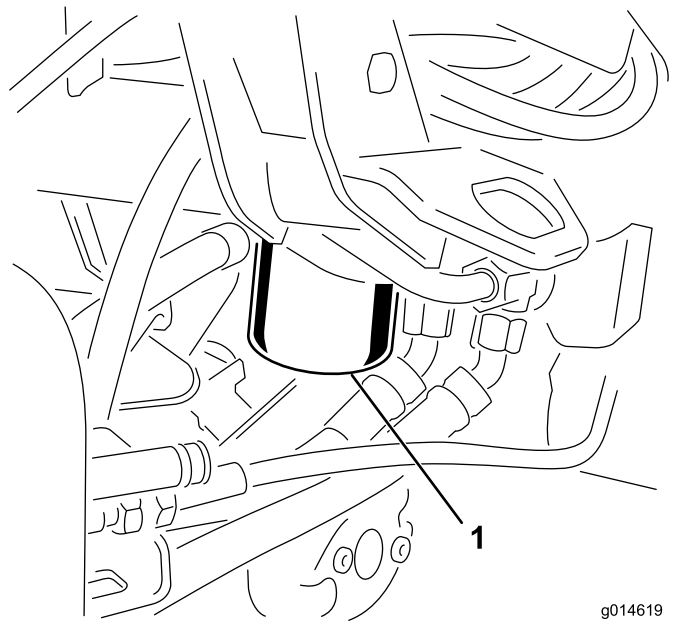

Figure 58
1. Nettoyez la zone autour de la surface de montage du filtre (Figure 58). Placez un bac de vidange sous le filtre et enlevez le filtre.